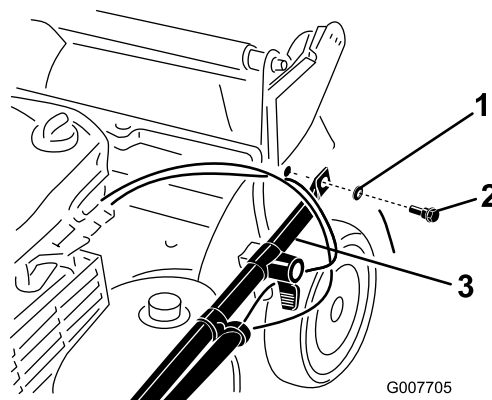

Bild 4
3. Befestigen Sie die Griffenden mit 2 Scheiben und 2 Griffschrauben am Mähwerkgehäuse (Bild 4), ziehen Sie die Griffschrauben jedoch nicht fest.
Wichtig: Verlegen Sie die Kabel an der Außenseite des Griffs (Bild 4).